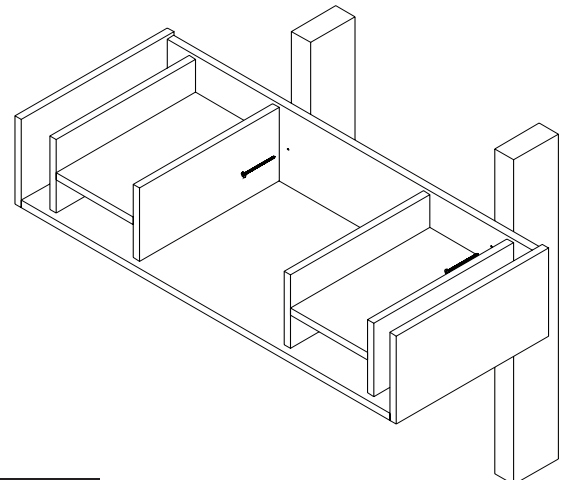

Figura 2
- 4** Utilice una broca de 5/32" para realizar agujeros guía de aproximadamente 1-1/2" de profundidad a través de la parte posterior de la unidad SUCO y dentro de cada uno de los montantes colocados en el paso 1. Es posible que necesite quitar la unidad para realizar los agujeros guía desde la parte posterior de ésta, en caso de que no pueda alcanzar los agujeros mientras la unidad está en su lugar. Vuelva a colocar la unidad en la posición deseada. Vea la figura 2.